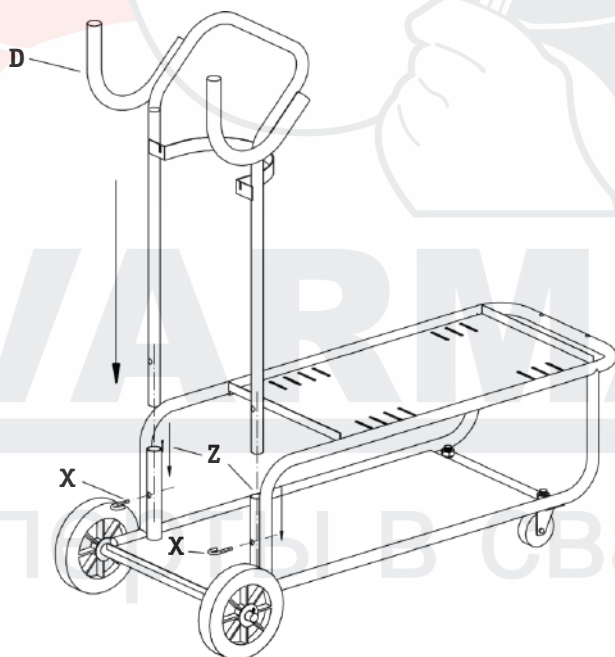

Рис. 6.4. Установка ручки.
3. Установите и зафиксируйте ручку на основании тележки (См. рис. 6.4).